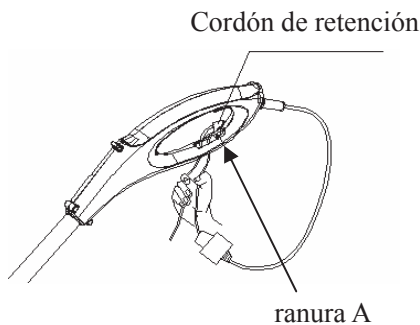

Fig. 14
3. Coloque este lazo en la ranura (A) debajo de la parte posterior de la manija y asegúrelo en su sitio en el retén del cable como se muestra en la Fig.14.